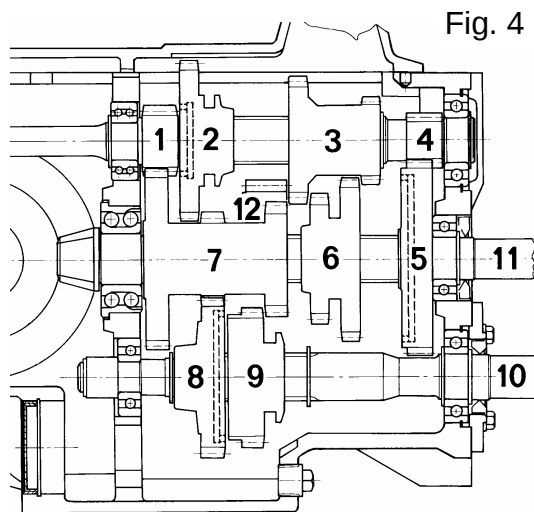

Fig. 4
- Enroscar o desenroscar la varilla **H** hasta obtener la alineación exacta de las dentaduras de los engranajes **2** y **7** de la (fig. 4) cuando de ha colocado una de las 3 marchas.